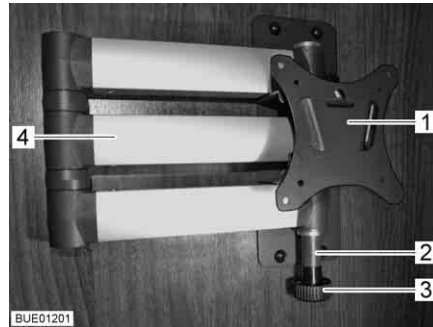

Bild 89 Fäste med ledad arm
- Dra i låsknappen (Bild 89,3). Den ledade armen (Bild 89,4) är upplåst.
- Vrid tillbaka den platta bildskärmen till utgångsläget, tills fästet (Bild 89,1) hakar fast i låset (Bild 89,2).